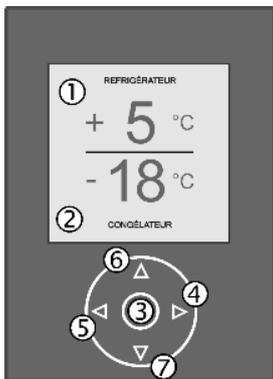

Fig. 3
- **Déplacer le curseur vers le haut** : Appuyer sur la touche vers le haut Fig. 3 (6).
- **Déplacer le curseur vers le bas** : Appuyer sur la touche vers le bas Fig. 3 (7).
- **Déplacer le curseur vers la gauche** : Appuyer sur la touche vers la gauche Fig. 3 (5).
- **Déplacer le curseur vers la droite** : Appuyer sur la touche vers la droite Fig. 3 (4).
- **Poursuivre** : Appuyer sur la touche vers la droite Fig. 3 (4).
- **Revenir en arrière** : Appuyer sur la touche vers la gauche Fig. 3 (5).
- **Confirmer la sélection** : Appuyer sur la touche OK Fig. 3 (3).
- **Quitter le menu** : Appuyer sur la touche vers la gauche Fig. 3 (5).